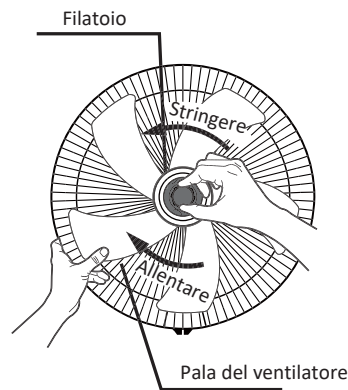

Fig. 2
2. Montare la pala del ventilatore sull'albero del motore e assicurarsi che le scanalature sul retro della pala siano allineate con il perno di arresto sull'albero. Fissare la pala con l'ogiva ruotandola in senso antiorario (stringere). (Fig. 2)